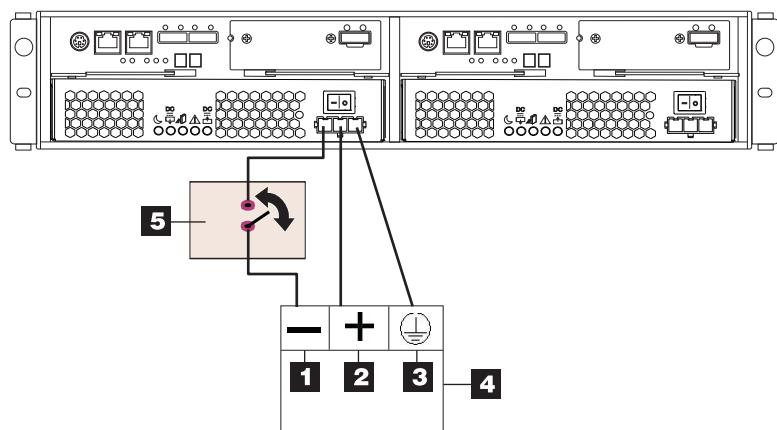

图 15. 从 DS3500 到断开连接设备和直流电源插座的直流连线
- d. 将断开连接设备连线到可靠接地的安全超低电压 (SELV) 直流电源插座上标记为 -48 伏的接线端。将直流电源线的 POS RTN 电线（蓝色）和地线（绿色/黄色）连接到直流电源插座上标记为 POS RTN 和 GND 的接线端，如图 15 中所示。